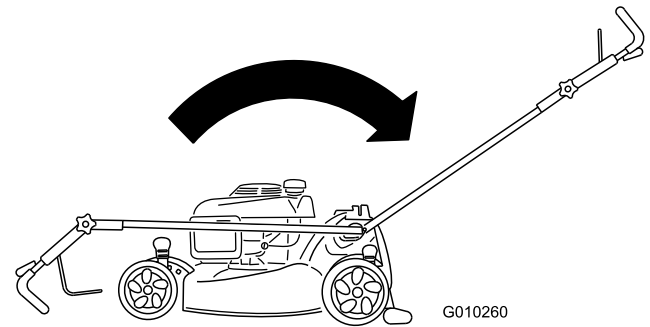

Bild 51
2. Schieben Sie den Griff in die hochgestellte Stellung (Bild 51).